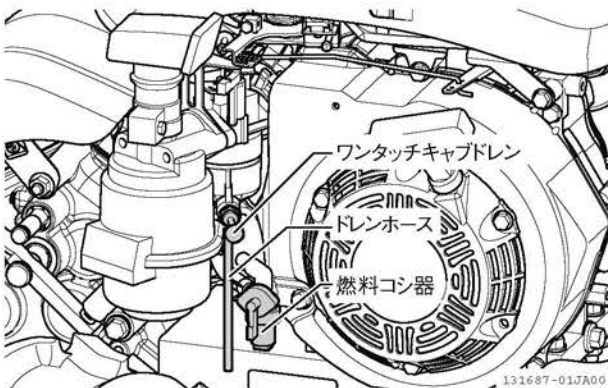

図 4-17 燃料の抜きかた
2. ワンタッチキャブドレンを引いて、キャブレター内の燃料を抜きます。(図 4-17)